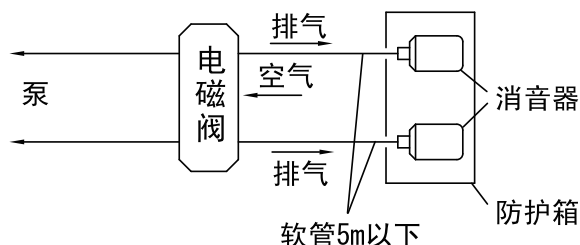

Fig.3.2
- 设想隔膜破损，软管前端有液剂流出，因此请务必设置地沟、防护箱等。（Fig.3.2）